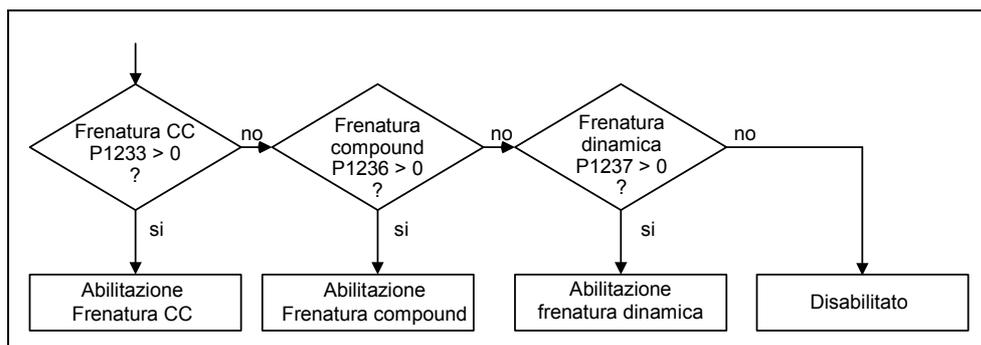

Figura 3-72 Relazione dei freni elettronici
Prima dell'apertura del freno deve essere rimosso il blocco degli impulsi e deve fluire una corrente in grado di tenere l'azionamento nella posizione attuale. La corrente necessaria viene determinata dalla frequenza min. P1080; a tale proposito un valore tipico è lo scorrimento nominale del motore r0330. Per proteggere il freno di stazionamento del motore da danni di durata il motore deve essere mosso solo dopo che il freno è completamente aperto (tempi di apertura dei freni 35 ms ... 500 ms). Tale ritardo deve essere tenuto presente nel parametro P1216 "ritardo abilitazione freno di stazionamento" (vedi Figura 3-72).
- ◆ Per l'apertura e la chiusura, l'uscita digitale controlla il freno di stazionamento del motore nel punto 1/2 (vedere Figura 3-72). Condizioni indispensabili sono l'attivazione del freno di stazionamento del motore P1215 e la selezione del freno di stazionamento del motore sull'uscita digitale.
Grazie a questi freni è possibile frenare attivamente l'azionamento ed evitare un'eventuale sovratensione nel circuito intermedio. In tal senso esistono i legami di relazione rappresentati in Figura 3-72.